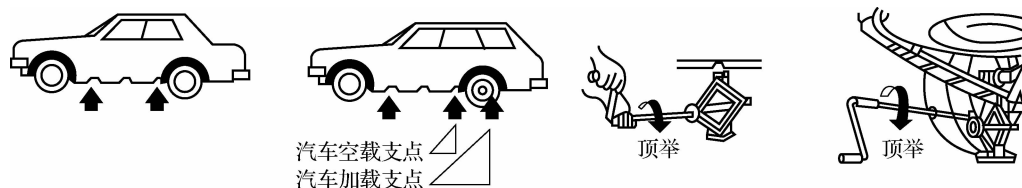

图 2-38 机械式千斤顶顶车的部位
(2)用千斤顶顶车时,千斤顶顶车的部位要严格按各种车型各自的要求进行选择,如图 2-38 所示。